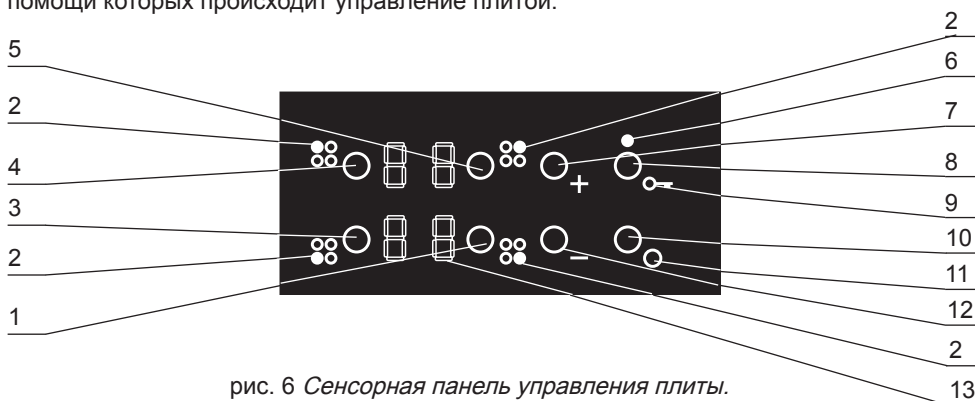

рис. 6 Сенсорная панель управления плиты.
■ Перед конфорками в центре стеклокерамического стола нанесены символы, при помощи которых происходит управление плитой. Назначение символов приведено на рис.6.